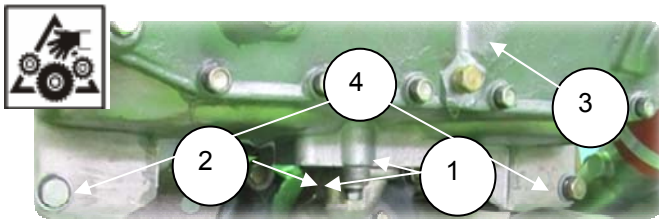

Рис. 2.18
1. Отвернуть 2 болта М8 (S=14) (1) крепления трубы подводящей охладителя (2);
2. Придерживая руками, снять ОНВ в сборе (3) 8401.1170200-13), отвернув 2 болта М12 (S=17) (4) (рис. 2.18).